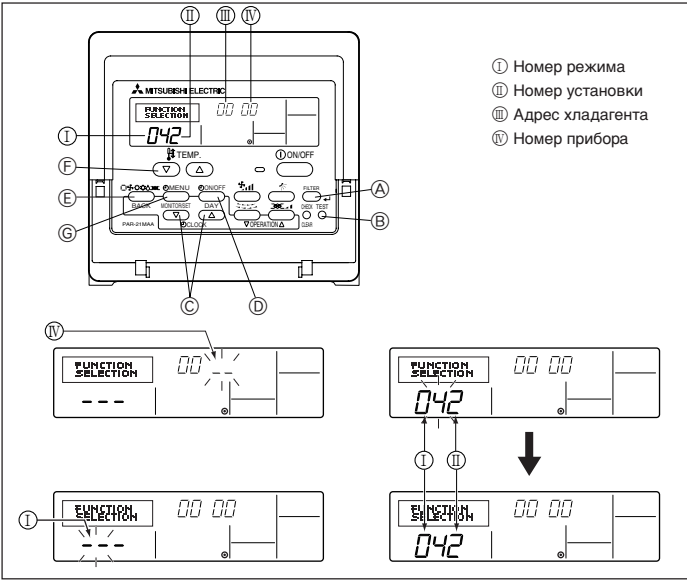

Fig. 6-2
6.2.1. Функциональная настройка прибора (Fig. 6-2)